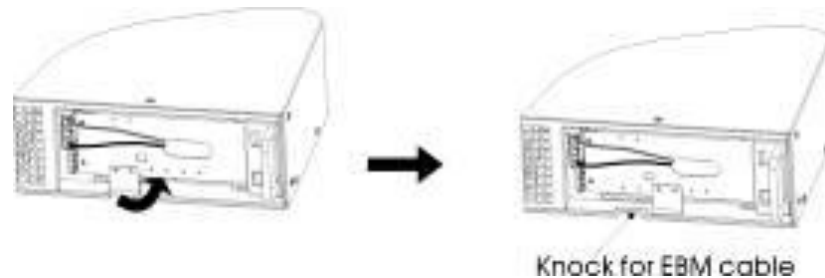

Abbildung 9: Freilegen der Aussparung für das Kabel
- b) Legen Sie auf der Unterseite der Frontblende der USV die Aussparung für das EBP-Kabel frei (siehe Abbildung 9).